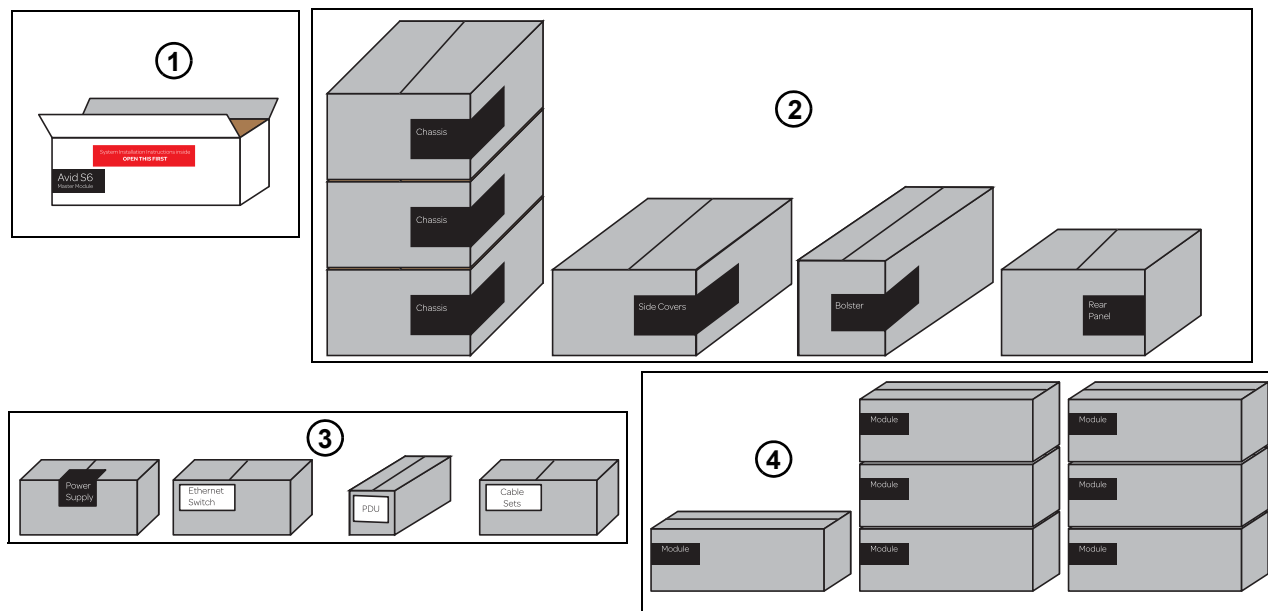

Figure 1. Paquets organisés avant l'assemblage d'un système S6 M10 16-5 :
- Identifiez et organisez les paquets qui constituent votre système (voir Figure 1) afin de simplifier le processus d'assemblage. Tous les outils requis se trouvent dans le paquet des capots latéraux (reportez-vous à la section « Éléments fournis » à la page 2).